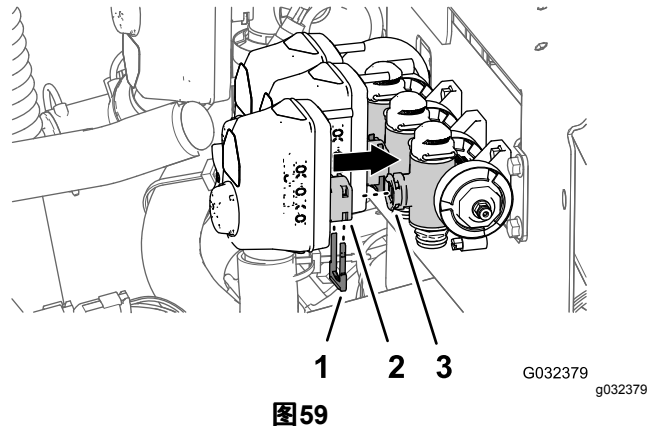

图59
6. 将您在拆下阀门致动器(页码22)的步骤2中卸下的喷洒臂段阀致动器的连接器与歧管阀的气门芯口对齐图59。
7. 使用在拆下阀门致动器(页码22)的步骤1中卸下的卡环图59将喷洒臂段阀致动器固定到歧管阀上。